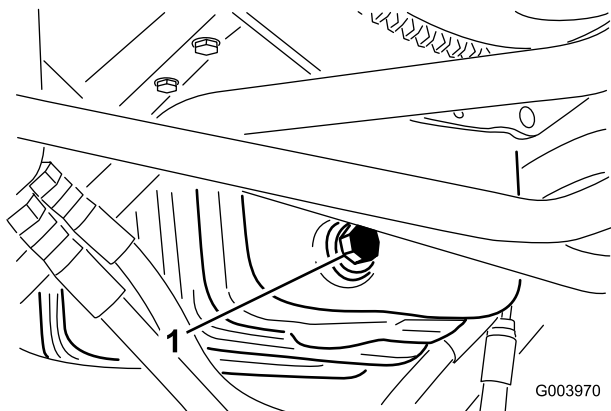

Figura 60
1. Togliete il tappo di spurgo (Figura 60) e lasciate defluire l'olio in una bacinella.